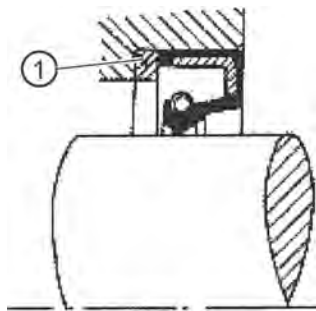

Figura 12: Montaje de un anillo distanciador entre el fondo del alojamiento y el retén radial
- Montaje de un anillo distanciador entre el fondo del alojamiento y el retén radial (véase la figura 12).